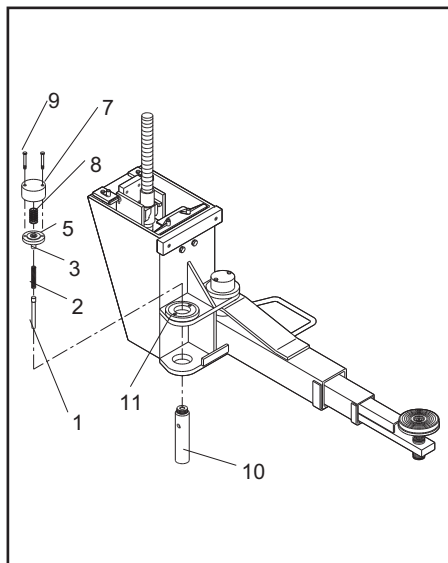

Fig.44 Abb.44
4 - (Fig.44) Inserire il perno spingimolla (1) nella spina dentata (10) e successivamente la molla (2), avendo cura di ingrassare le suddette parti prima di montarle.
4 - (Fig.44) Insert the spring pressure pin (1) into the hollow core of the splined dowel pin (10) and then fit the spring (2). Grease the parts before assembling.
4 - Fig.44: Enfiler la tige de déverrouillage (1) dans l'axe du bras (10) suivie du ressort (2). Prendre bien soin de graisser ces pièces avant leur mise en place.
4 - (Abb. 44) Den Federschiebezapfen (1) in den gezahnten Stift (10) einsetzen und dann die Feder (2) einfügen; die o.g. Teile müssen vor dem Einbau eingefettet werden.
4 -(Fig. 44) Colocar el perno para fijación resorte (1) en el perno estriado (10) y después el muelle (2), teniendo cuidado de engrasar dichas piezas antes de montarlas.